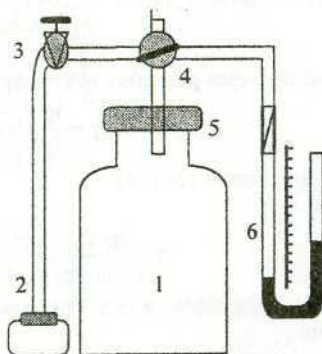

Рис. 13.
**Опис установки.** Експериментальна установка (рис. 13) складається зі скляної посудини 1, герметично закритої корком 5. Через корок проходить скляна трубка з двоходовим краном 4. Кран 4 може з'єднувати посудину 1 з атмосферою або ж із насосом 2, якщо кран 3 відкритий. У першому випадку тиск повітря в балоні дорівнює атмосферному, різниця рівнів рідини у манометрі 6 дорівнює нулю. Якщо кран 4 повернути в інше положення і насосом 2 накачати повітря в балон, то тиск у ньому збільшиться на  $\Delta p = \rho gh$ , де  $\rho$  – густина, а  $h$  – різниця рівнів рідини в манометрі 6.